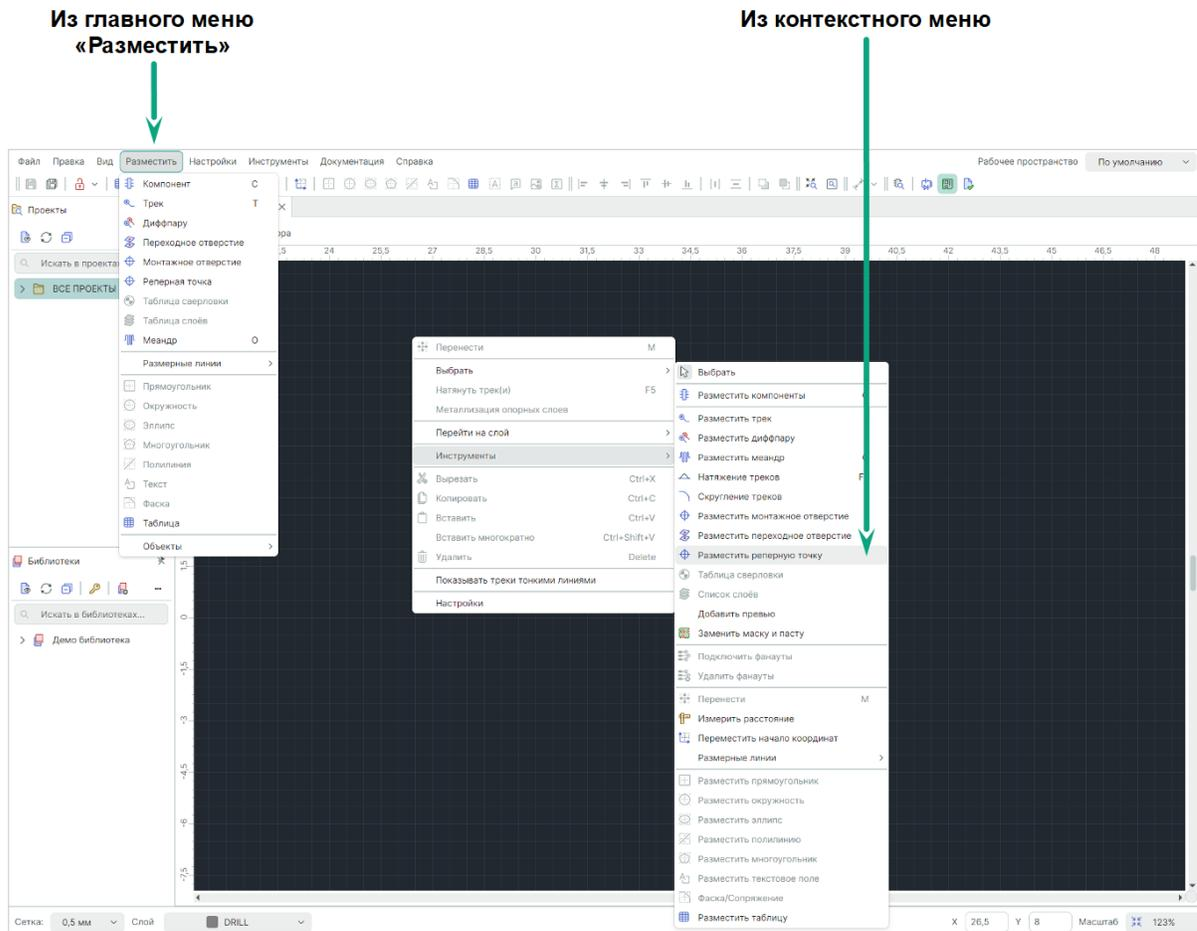

Рис. 191 Вызов инструмента «Разместить реперную точку»
1. Вызовите инструмент «Разместить реперную точку», который обозначен символом  в главном меню «Разместить», а также доступен в пункте «Инструменты» контекстного меню, см. Рис. 191.